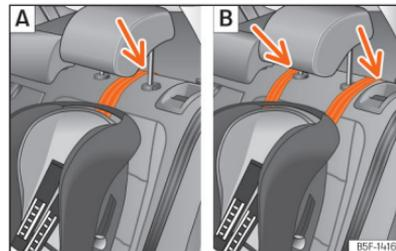
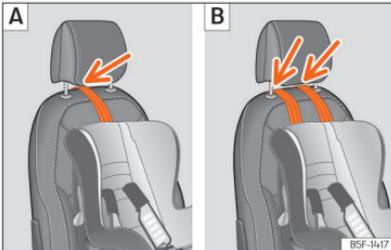

Abb. 45 Rücksitz: Einstellung und Einbau unter Verwendung des Top Tether-Gurts.
Abb. 46 Beifahrersitz: Einstellung und Einbau unter Verwendung des Top Tether-Gurts.
- Führen Sie den Gurt unter der Kopfstütze durch (in Abhängigkeit der Gebrauchsanweisungen des Kindersitzes ggf. Kopfstütze anheben oder entfernen) »» (Abb. 45) , »» (Abb. 46).